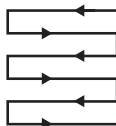

Fig. 17
5. Cortar en líneas ligeramente superpuestas. El patrón más efectivo para cortar el césped son las líneas rectas a lo largo de uno de los lados. Esto mantendrá las líneas parejas y asegura que todo el césped sea cortado sin dejar ningún sitio (Fig. 17).